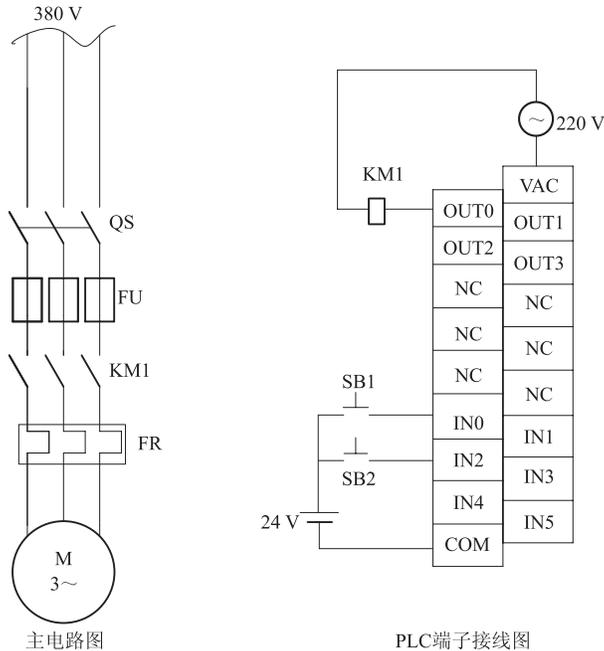

图 1.1 电机控制电气原理图
(1) 硬件电路已经完成。电气控制电路的硬件电气元件（异步电机、接触器、CompactLogix PLC）为给定条件，其电气原理图如图 1.1 所示。